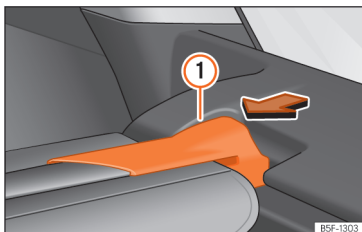

Fig. 182 En el maletero: desmontar la bandeja.
- Presione el soporte de la bandeja »» fig. 182 ① en el sentido de la flecha.
- Encaje el soporte de la bandeja »» fig. 182 ① en el alojamiento del otro lado.